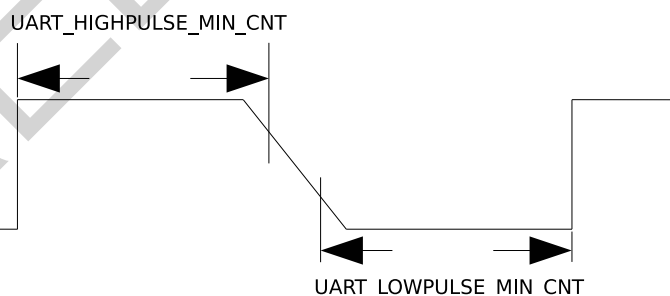

图 18-4. UART 信号下降沿较差时序图
2. 对于 UART 信号的下降沿信号比较差的情况，如图18-4所示，这时通过取 `UART_LOWPULSE_MIN_CNT` 与 `UART_HIGHPULSE_MIN_CNT` 的和平均得到的值不准确，可以通过 `UART_POSEDGE_MIN_CNT` 获取发送方波特率。计算公式如下：